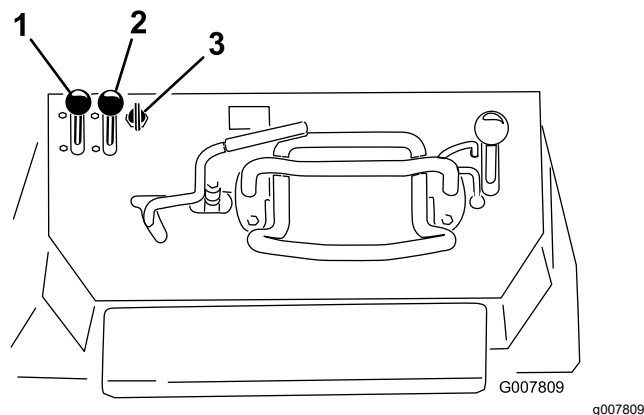

Figura 16
2. Spostate la leva dello starter in posizione di ACCENSIONE (Figura 16).
- Per le macchine ad avviamento elettrico, girate la chiave in posizione di ACCENSIONE (Figura 16). Rilasciate la chiave quando il motore si avvia.
4. Spostate gradualmente lo starter in posizione di SPEGNIMENTO (Figura 16). Se il motore si ferma o esita, riavviate lo starter finché il motore non si sarà scaldato.
5. Spostate la leva dell'acceleratore nella posizione desiderata (Figura 16).
1. Portate la leva dell'acceleratore al centro tra le posizioni di MINIMA e MASSIMA (Figura 16).
2. Spostate la leva dell'acceleratore in posizione di MINIMA (Figura 16).